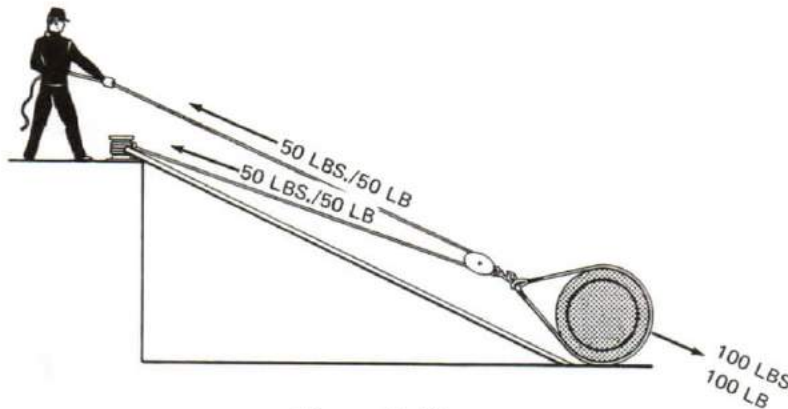

Figure 11-28
2. Remember the parbuckle. Now, suppose we attach the cask to a single sheave block. See Figure 11-28. We are achieving exactly the same mechanical advantage. If the cask weighs 100 lbs, each of the parts of the rope through the sheave must be exerting enough work to lift 50 lbs. In this case then, we say the mechanical advantage is 2, because the effort we are exerting is doubled by the purchase.
2. Souvenez-vous de la trévière. Supposons maintenant que l'on attache la barrique à une poulie simple (voir la figure 11-28). On obtient exactement la même démultiplication mécanique. Si la barrique pèse 100 livres, chacune des parties du cordage passant sur le réa doit accomplir un travail suffisant pour soulever 50 livres. Par conséquent, on dit que l'on réalise une démultiplication de deux, puisque l'effort appliqué est doublé par l'emploi du palan.